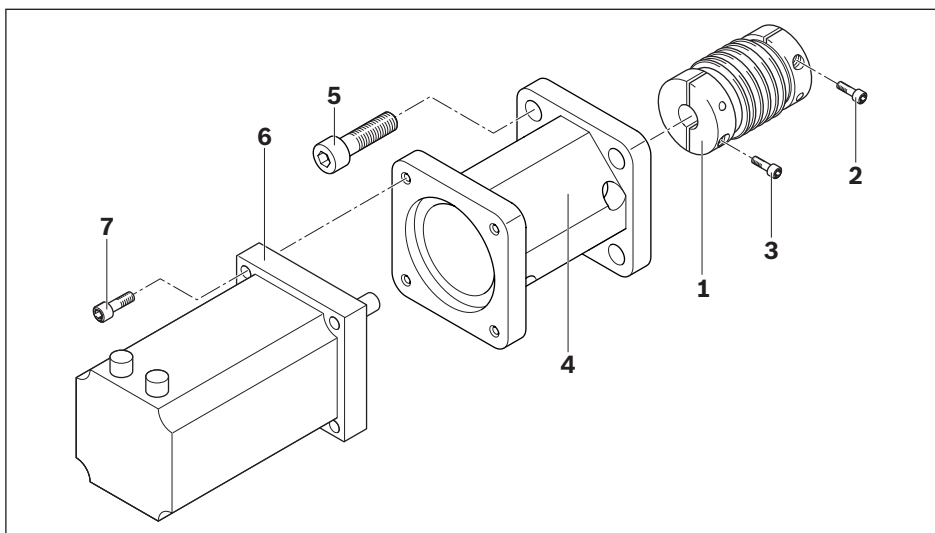

Fig. 38: Desmontaje del motor con brida y acoplamiento
1. Aflojar los tornillos de fijación **(3)** del acoplamiento **(1)** del lado del motor ➡ Fig. 38 de la página 59.